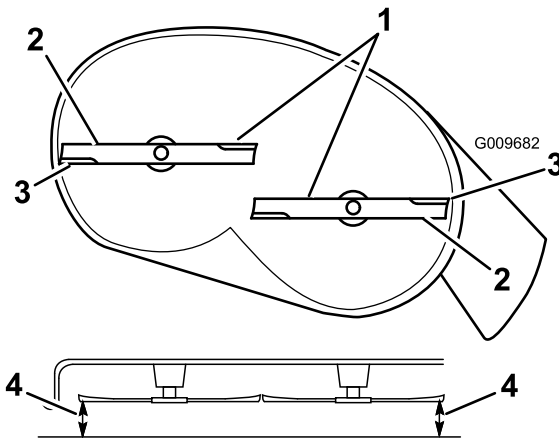

Figure 52
4. Faites pivoter les lames avec précaution pour qu'elles soient toutes parallèles (Figure 52).
5. Mesurez la distance entre les tranchants extérieurs et le sol plat (Figure 52). Si les deux mesures diffèrent de plus de 5 mm, un réglage s'impose. Poursuivez la procédure.